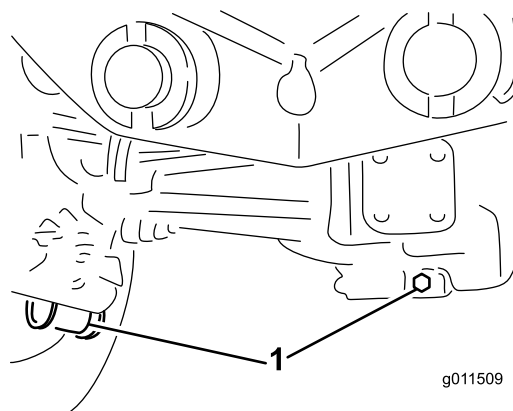

Bild 74
- Reinigen Sie den Bereich um die drei Ablassschrauben, d. h. jeweils eine an beiden Enden und eine in der Mitte (Bild 74).